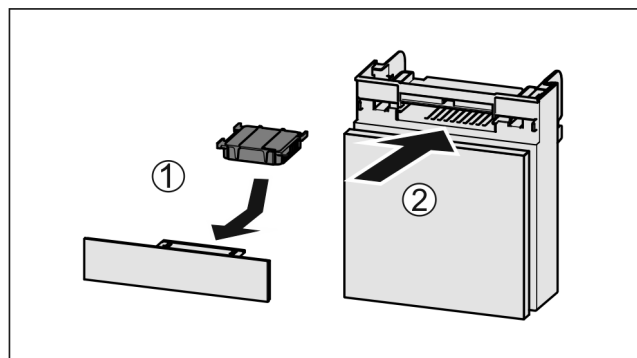

Fig. 35
- 按图装入 Fig. 35 (1) 活性炭过滤器。
- 推入 Fig. 35 (2) 抽屉。